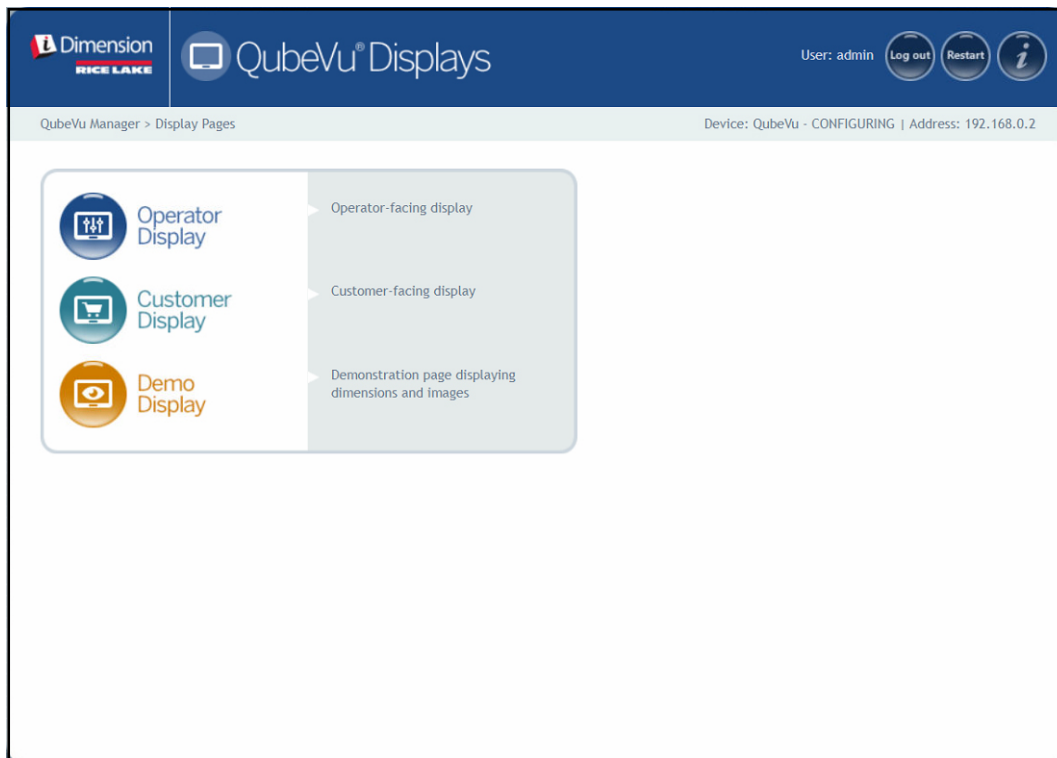

Abbildung 3-1. Menü „Display Pages“ (Anzeigen)
- Wählen Sie  **Operator Display** im Menü **Display Pages (Anzeigen)** aus (Abbildung 3-1 auf Seite 15). Die Bediener-Anzeige wird angezeigt.
- Wählen Sie  **Customer Display** im Menü **Display Pages (Anzeigen)** aus (Abbildung 3-1 auf Seite 15). Die Kunden-Anzeige wird angezeigt.
- Wählen Sie  **Demo Display** im Menü **Display Pages (Anzeigen)** aus (Abbildung 3-1 auf Seite 15).